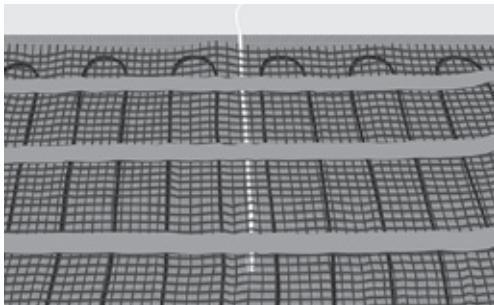

Bild 7. Placerar rörledning/givare mellan kablarna
- 11.** Placera och fixera ledningsrör eller golvensor om inget ledningsrör är installerat. Se till att placera röret/sensorn mellan två värme-kablar (bild 7).